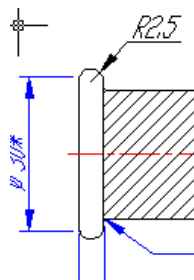

Рис. 4.4. – Построение дуги
4. Нарисуем дугу радиусом 2.5 (см рис.4.4). На панели Рисования показана пиктограмма «Дуга», рисующая дугу по трем точкам (заметим, что дуга рисуется против часовой стрелки). Если известны другие признаки для дуги необходимо выбрать из меню **Рисование/ Дуга/...**